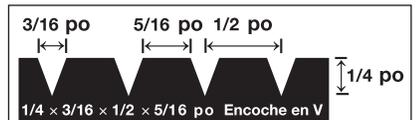

Figure 2
- Truelle à encoche en V de 6 mm x 13 mm x 8 mm (1/4 po x 1/2 po x 3/16 po) (figure 2) ou la truelle d'un autre fabricant d'adhésif
- À l'aide de la truelle recommandée, étalez en 60 minutes l'adhésif recommandé en quantités suffisantes (figure 2) aux endroits qui peuvent être couverts (voir l'information sur l'adhésif).